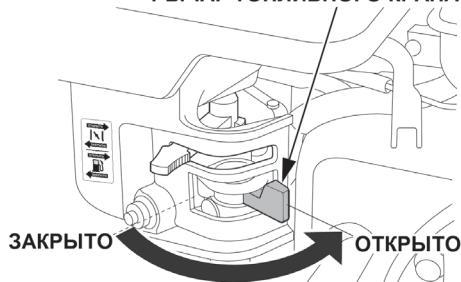

Рис. 15 Рычаг топливного крана
- Откройте топливный кран переводом рычага вправо (Рис. 15).